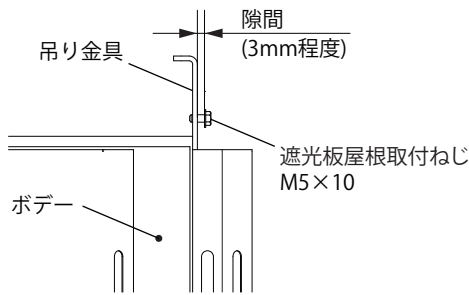

図5
1. 遮光板屋根を低くしたい側 (傾斜の後側) の吊り金具の取付穴に、遮光板屋根取付ねじM5×10を、隙間を3mm程度残して仮締めしてください。(2か所) (図5)